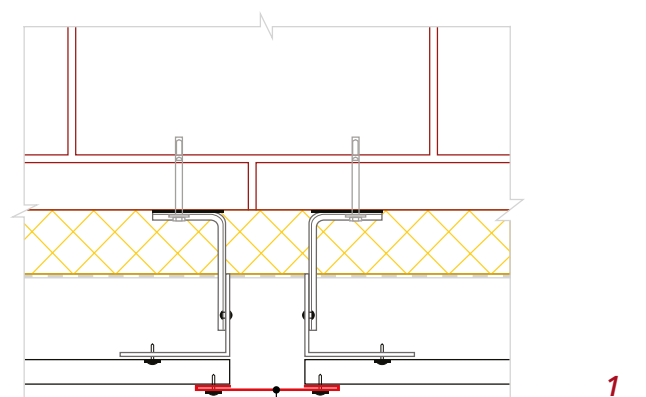

Рис. 13
■ Планку стыковочную простую **1** крепите после монтажа панелей сайдинга (рис. 13). Рекомендуется использовать саморезы ПШС с окрашенной головкой, вытяжные заклепки или кровельные саморезы 5.5*19.